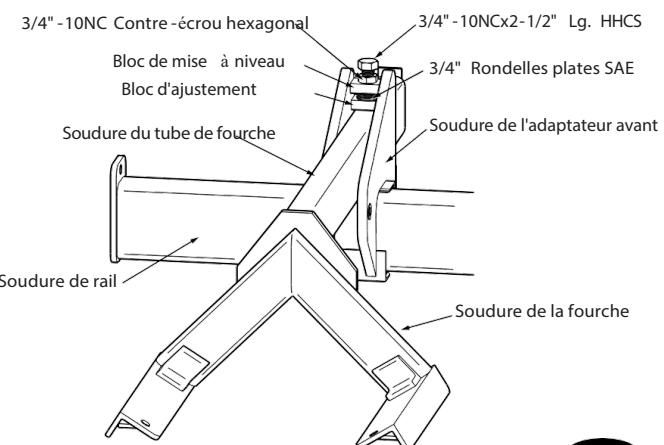

Fig. 34
- Des rondelles plates SAE de 3/4" doivent être ajoutées entre le bloc de nivellation et le bloc de réglage. (5) qté de rondelles seront nécessaires si le sol est complètement à niveau.
- Placez le contre-écrou 3/4"-10NC sur le HHCS 3/4 »-10NC x 2-1/2" lg, en serrant jusqu'à ce que l'écrou soit proche de la tête du boulon, voir Fig. 34.